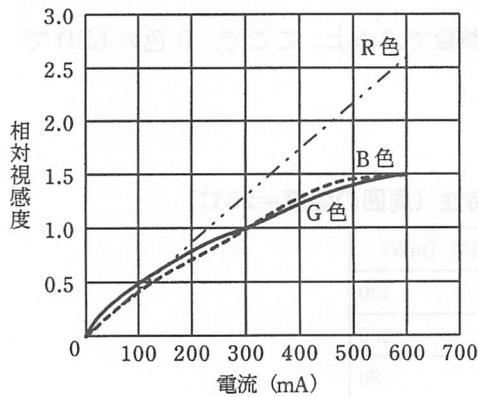
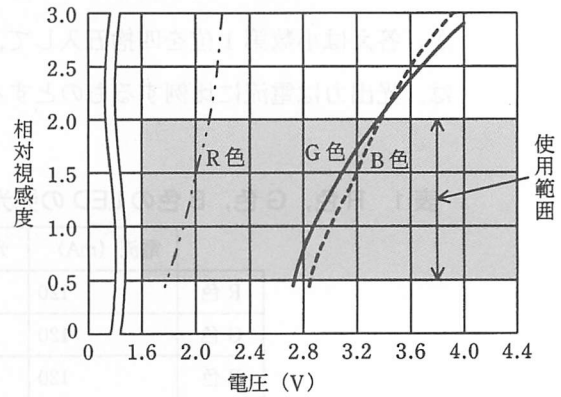

図 4 電流による相対視感度の特性
図 5 電圧による相対視感度の特性
LED の明るさは流す電流によって変化するが、電流と明るさの関係は色によって異なる。また、電流は同じでも、温度が変化すると LED の明るさは変化し、その変化の割合も色によって異なる。その例として、R 色、G 色、B 色の各 LED に対して人間が感じる明るさの相対的な値（以下、相対視感度という）の特性を、電流、電圧、周囲の温度について図 4～6 に示す。図 5 から、電圧が少し変動しただけで LED の明るさが大きく変化するので、電圧による制御は適さないことが読み取れる。
- (3) 図 4～6 の特性を考慮して、LED に流す電流を制御する。周囲の温度が 0～50℃の範囲ならば、温度が変化しても明るさと色合いをできるだけ変化させないように制御したい。
- (b) 温度が変化しても、シーリングライトの明るさはできるだけ変化させないで、(a)の問題が発生しないように R 色、G 色及び B 色の LED をそれぞれ制御したい。温度が低くなったとき、温度センサからのデータの変化で B 色の LED に対して行うべき制御を、図 4～6 の特性曲線を参考にして 20 字以内で述べよ。